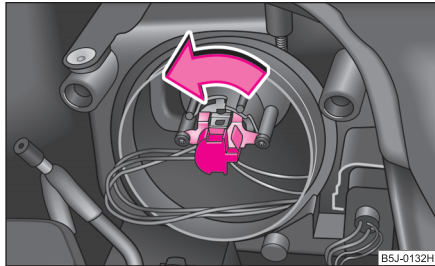

Abb. 176 Ausbau der Glühlampe für Abblend- und Fernlicht
- Beim Scheinwerfer mit Modul (Halogenglühlampe H7) ⇒ Abb. 176 den Stecker mit der Halogenglühlampe bis zum Anschlag nach links drehen und herausnehmen.